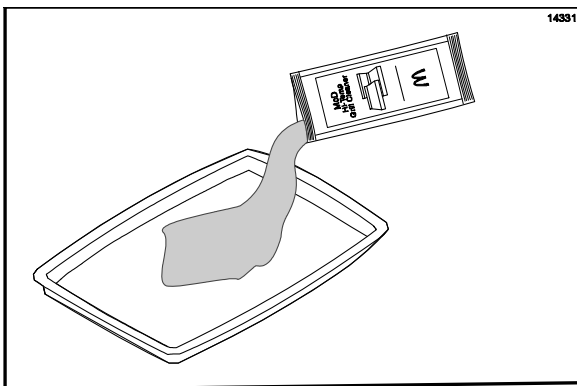

Abbildung 87
13. Ein Paket **McD Hi-Temp Grill Cleaner (HTGC)** öffnen. Den Inhalt in eine Servierschale oder Edelstahl-Ofenschale geben. (Siehe Abbildung 87.)